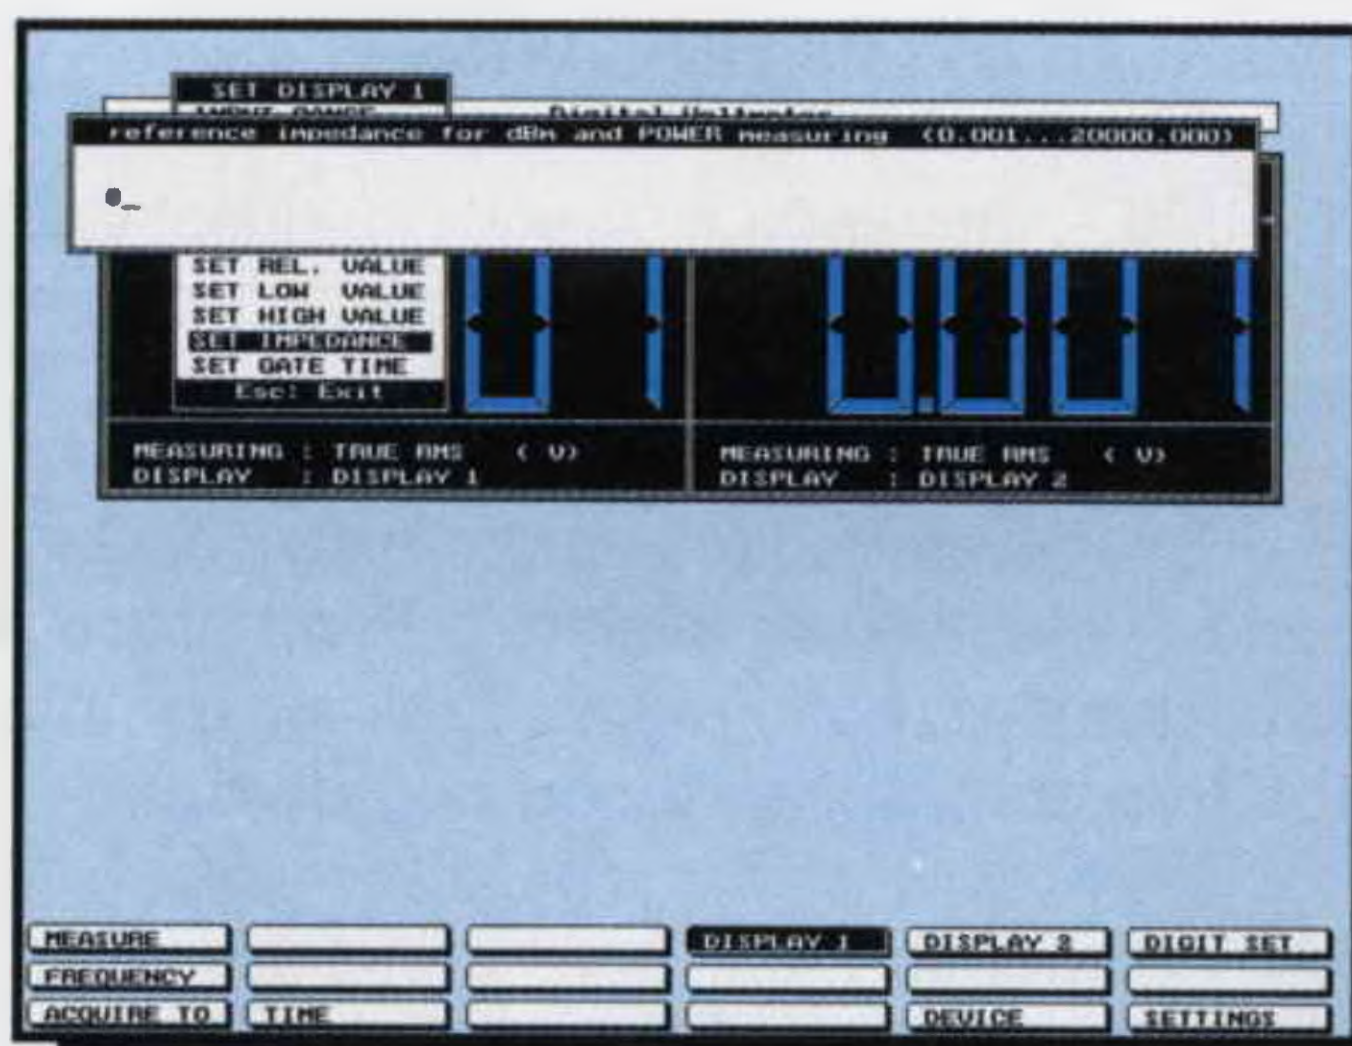

Fig.23 Andate quindi sulla riga **Set Impedance** poi pigiate Enter e nella finestra che appare scrivete il valore della impedenza di carico **4 - 8 - 32** ecc.
– Portiamo il cursore sulla riga **SET IMPEDANCE** e pigiamo Enter. Appare così una finestra dentro la quale dobbiamo scrivere il valore della **impedenza di carico** (vedi fig.23).